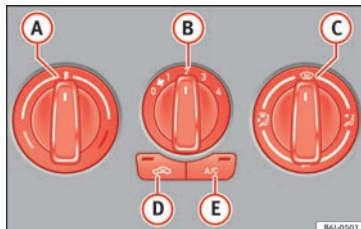

Bild 166 Luftkonditioneringsreglage på instrumentpanelen.
- Med vreden ①, ② och ③ » bild 166 kan du justera temperaturen, luftfördelningen och luftfördelningen.
- För att slå på eller av en funktion, tryck på aktuell knapp ④ eller ⑤. När funktionen har aktiverats tänds en röd varningslampa på knappen.
- Du stänger av kylsystemet med **» bild 166** -knappen (lampan i knappen slocknar).
Om vredet  **» bild 166** är i upptningsläget så är luftcirkulationsspjället alltid öppet (lampan i knappen är släckt).
- Tryck på knappen  **» bild 166**. Lampan i reglaget tänds som ett tecken på att luftcirkulationen i kupén har aktiverats.